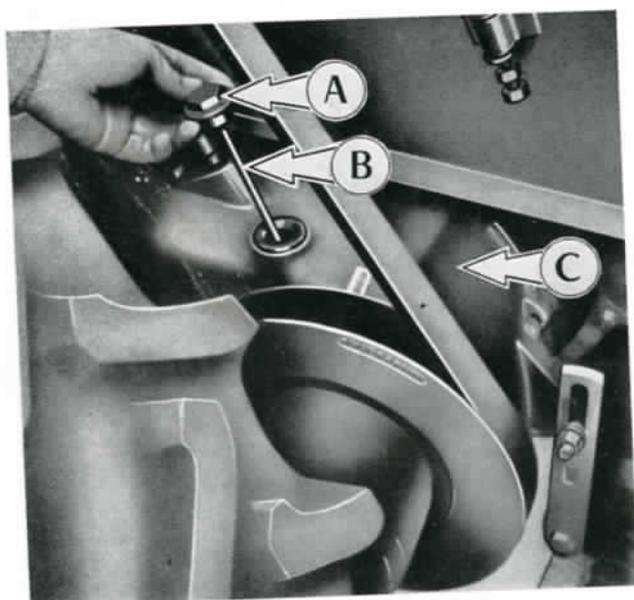

FIG. 1
2. Vérifier le niveau d'huile de la boîte de vitesses. Dévisser le bouchon de remplissage (fig. 1) et s'assurer que le niveau d'huile arrive au repère sur la jauge. Au besoin, compléter avec de l'huile de viscosité 90.